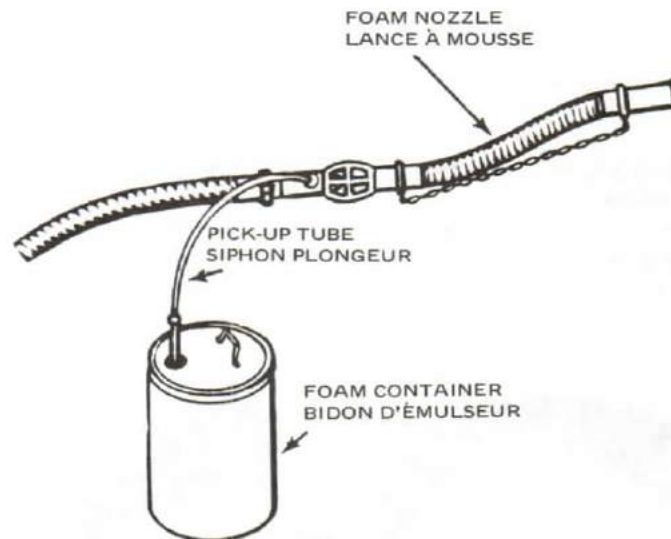

Figure 8-65
21. The 1-1/2-inch Foam Nozzle - Foam is the extinguishing agent for all types of Class B (oil) fires. The nozzle is fitted with a swivel female coupling which attaches it to the fire hose. A pick-up tube is attached to the rear of the aspirator cage. This tube enables the foam compound to be picked up and mixed with air and water inside the nozzle. Foam is fire-resistant but not fire-proof. The fire must be blanketed as quickly as possible to prevent breakdown of the foam structure. See Figure 8-65.
21. La lance à mousse de 1 1/2". La mousse est un agent extincteur pour tous les genres d'incendie de mazout de catégorie B. La lance est munie d'un raccord femelle mobile qui sert à monter la lance sur le tuyau d'incendie. Un siphon plongeur est fixé à l'arrière de la cage d'aspiration; le tube aspire l'émulseur qui se mélange à l'air et à l'eau à l'intérieur de la lance. La mousse résiste au feu mais elle n'est pas ininflammable. L'incendie doit être recouvert totalement aussi rapidement que possible pour empêcher la mousse de se dissocier (voir la figure 8-65).